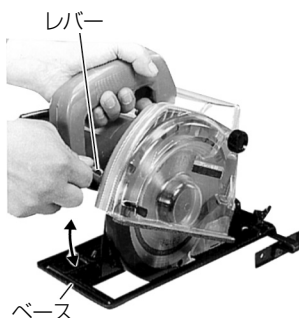

図 5
- 切込み調整用レバー（図 5 参照）がゆるんでいると、けがの原因になります。十分締まっていることを確認してください。
(2) 切込み深さの調整 (図 5)